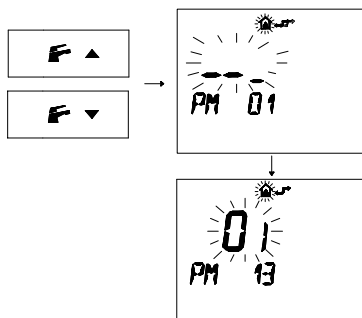

Figura 5.43
- Premere i pulsanti F▼ e F▲ per visualizzare la programmazione "PM13" modo pompa (Figura 5.43).